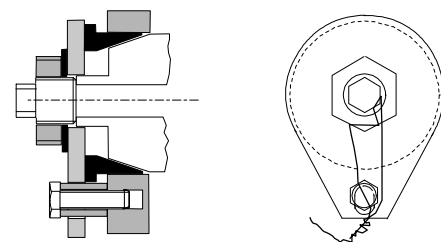

Fig.3a
- 4.1 For ekstra sikring, bør låseplaten festes til utstyret med låseskrue. Bruk avstandshylse mellom låseplaten og utstyret for at ikke låseplaten skal bli bøyd ved tiltrekking av låseskruen. Se fig.3a og 3b.